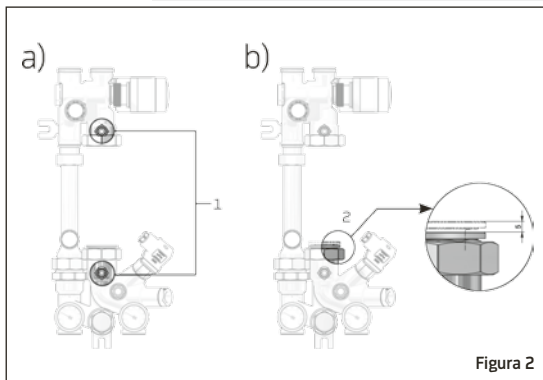

Figura 2
Setul sistemului MULTIMIX include pompe de circulație tradiționale GRUN03 sau, la cerere, pompe de circulație electronice GRUN04. În cazul unor operațiuni de înlocuire a pompelor de circulație, montarea în MULTIMIX trebuie efectuată conform instrucțiunilor prezentate mai jos. Înainte de instalare, interceptați pompa cu ajutorul vanelor cu bilă indicate cu 1 în Figura 2-a.
1. Împingeți în jos gura de aspirație 2 (Figura 2-b);